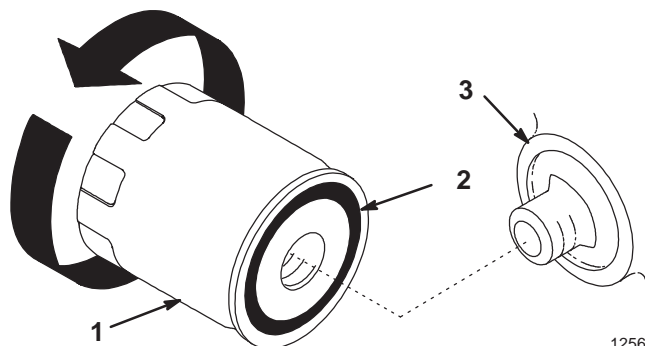

Figure 20
2. Déposez le filtre à huile usagé et essuyez la surface du joint de l'adaptateur (Fig. 20).
3. Appliquez une fine couche d'huile neuve sur le joint en caoutchouc du filtre de rechange (Fig. 20).
4. Posez le filtre à huile de rechange sur l'adaptateur. Tournez le filtre dans le sens horaire jusqu'à ce que le joint rejoigne l'adaptateur, puis donnez 1/2 à 3/4 de tour supplémentaire (Fig. 20).